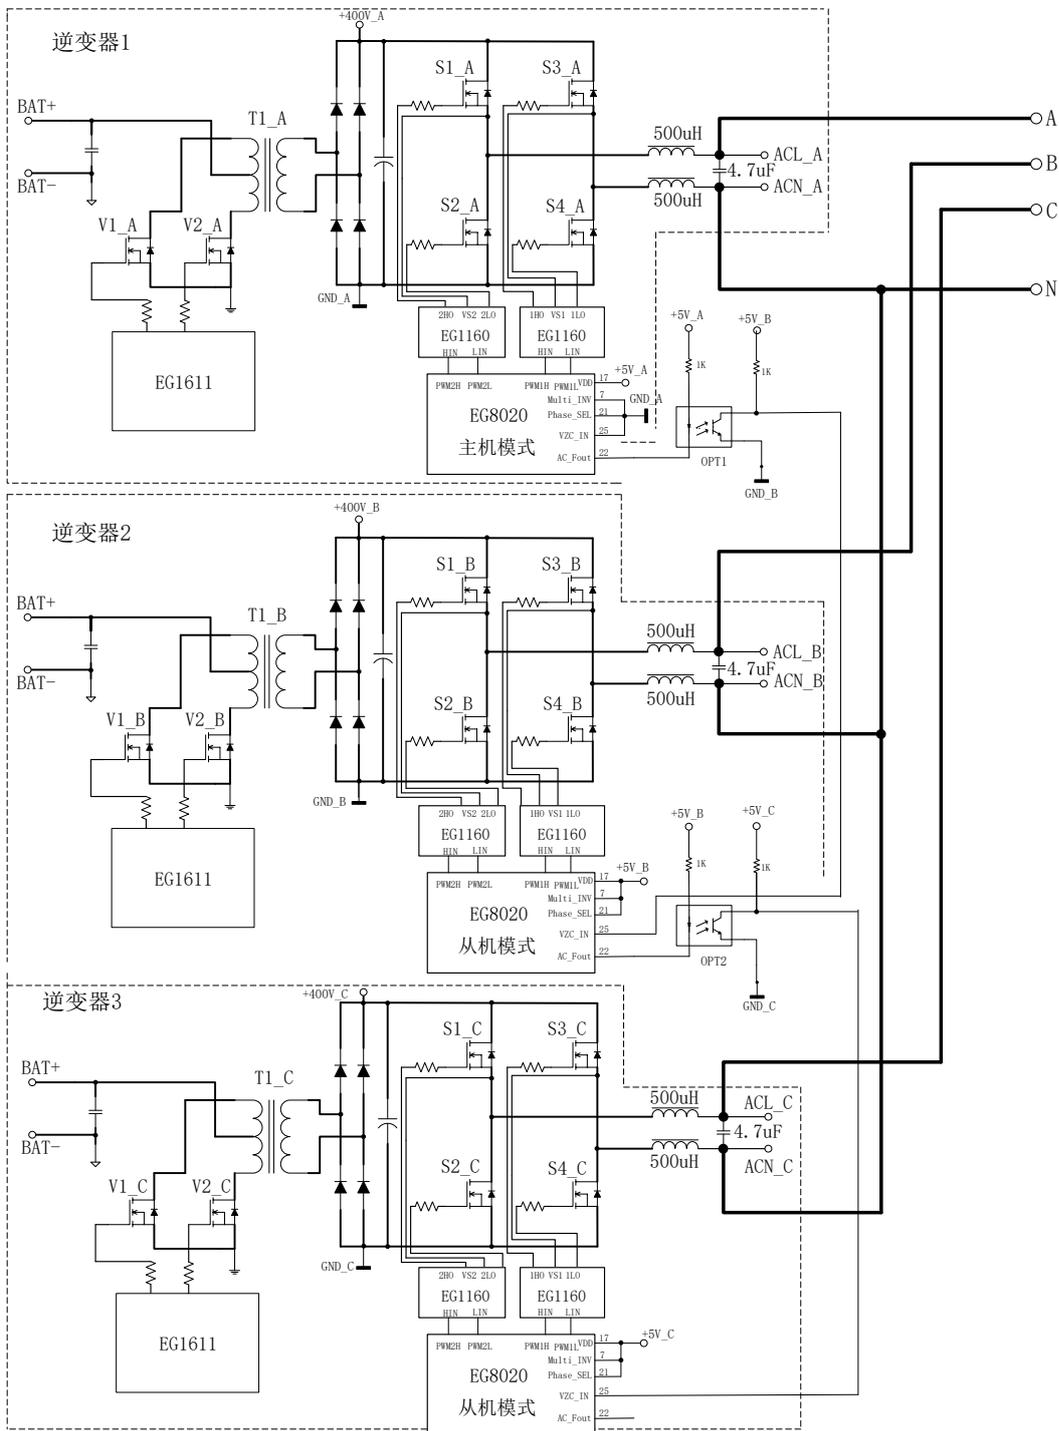

图 10-b. 组三相四线逆变器示意图
**特别注意:**组三相时, A、B、C 三相的母线电源, 相互之间一定要隔离。具体参考图 10-b 中的 400V\_A 和 GND\_A 为一组、400V\_B 和 GND\_B 为一组、400V\_C 和 GND\_C 为一组, 这三组母线电源相互之间要隔离。